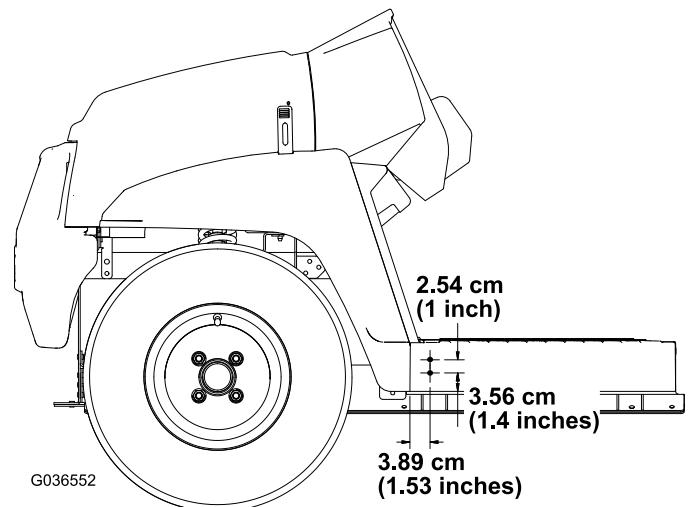

图 29
1. 使用图 29 中所示的尺寸在机器左右侧的底板外侧钻 2 个孔 5/16 英寸。